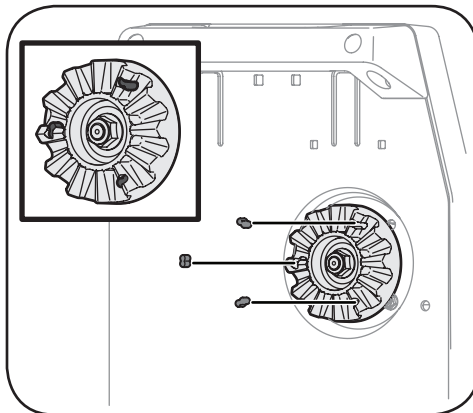

Figura 5-18
- Extraiga suavemente cada tope de embrague del embrague de garras con un destornillador común. Vea la Figura 5-18.